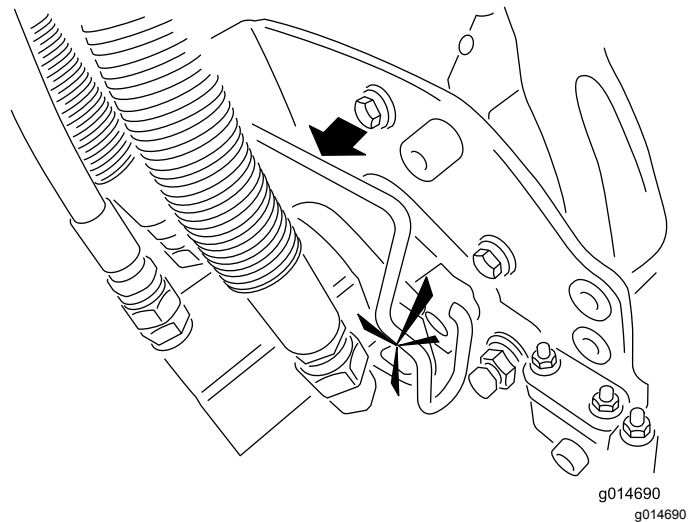

Bild 47
- Setzen Sie den Motor in die linke Seite der Schneideinheit (aus Sicht der Bedienerstellung) und ziehen die Motorbefestigungsstange an der Schneideinheit zum Motor, bis Sie einen deutlichen Klick von beiden Seiten des Motors hören (Bild 47).